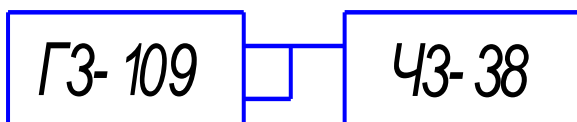

Рис. 1
2. Соберите схему рабочего места по рис. 1.